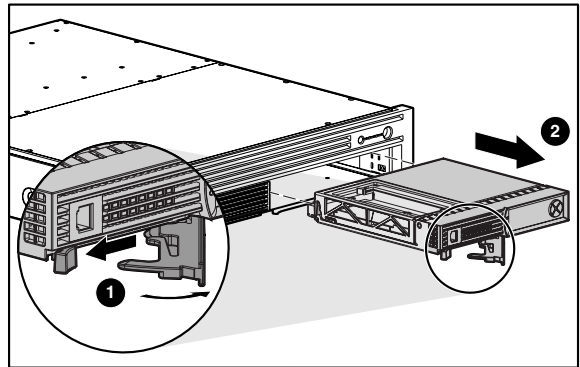

Figure 5 : Retrait du contrôleur
1. Appuyez sur le loquet et faites pivoter la poignée vers l'extérieur ❶.
2. Sortez le contrôleur en le tirant en ligne droite hors du châssis ❷, comme le montre la Figure 5.